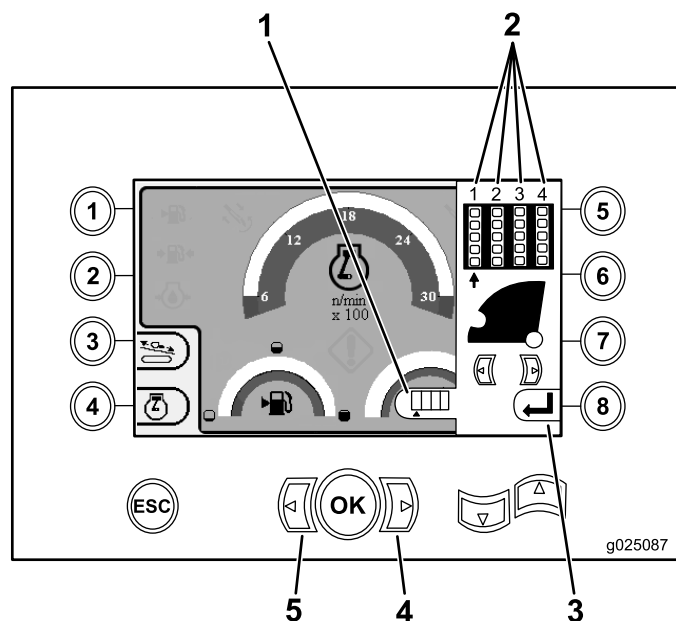

Рисунок 21
1. Нажмите кнопку со стрелкой влево или вправо, чтобы выбрать номер ряда, к которому нужно получить доступ (Рисунок 21).
2. После размещения стрелки под номером ряда, к которому вы хотите получить доступ, нажмите кнопку ОК (Рисунок 21) и вы вернетесь на Главная страница управления \(страница 30\).